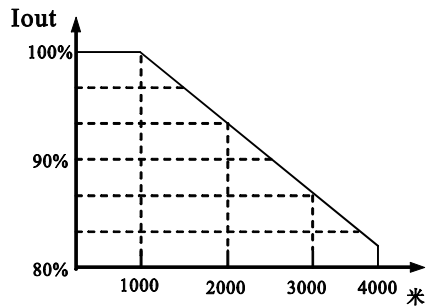

图 1-4 变频器降额曲线图
- 在海拔高度超过1000米的地区，由于空气稀薄，变频器的散热效果会变差，此时需降额使用。一般每升高1000m需降额10%左右。降额曲线参见图1-4。